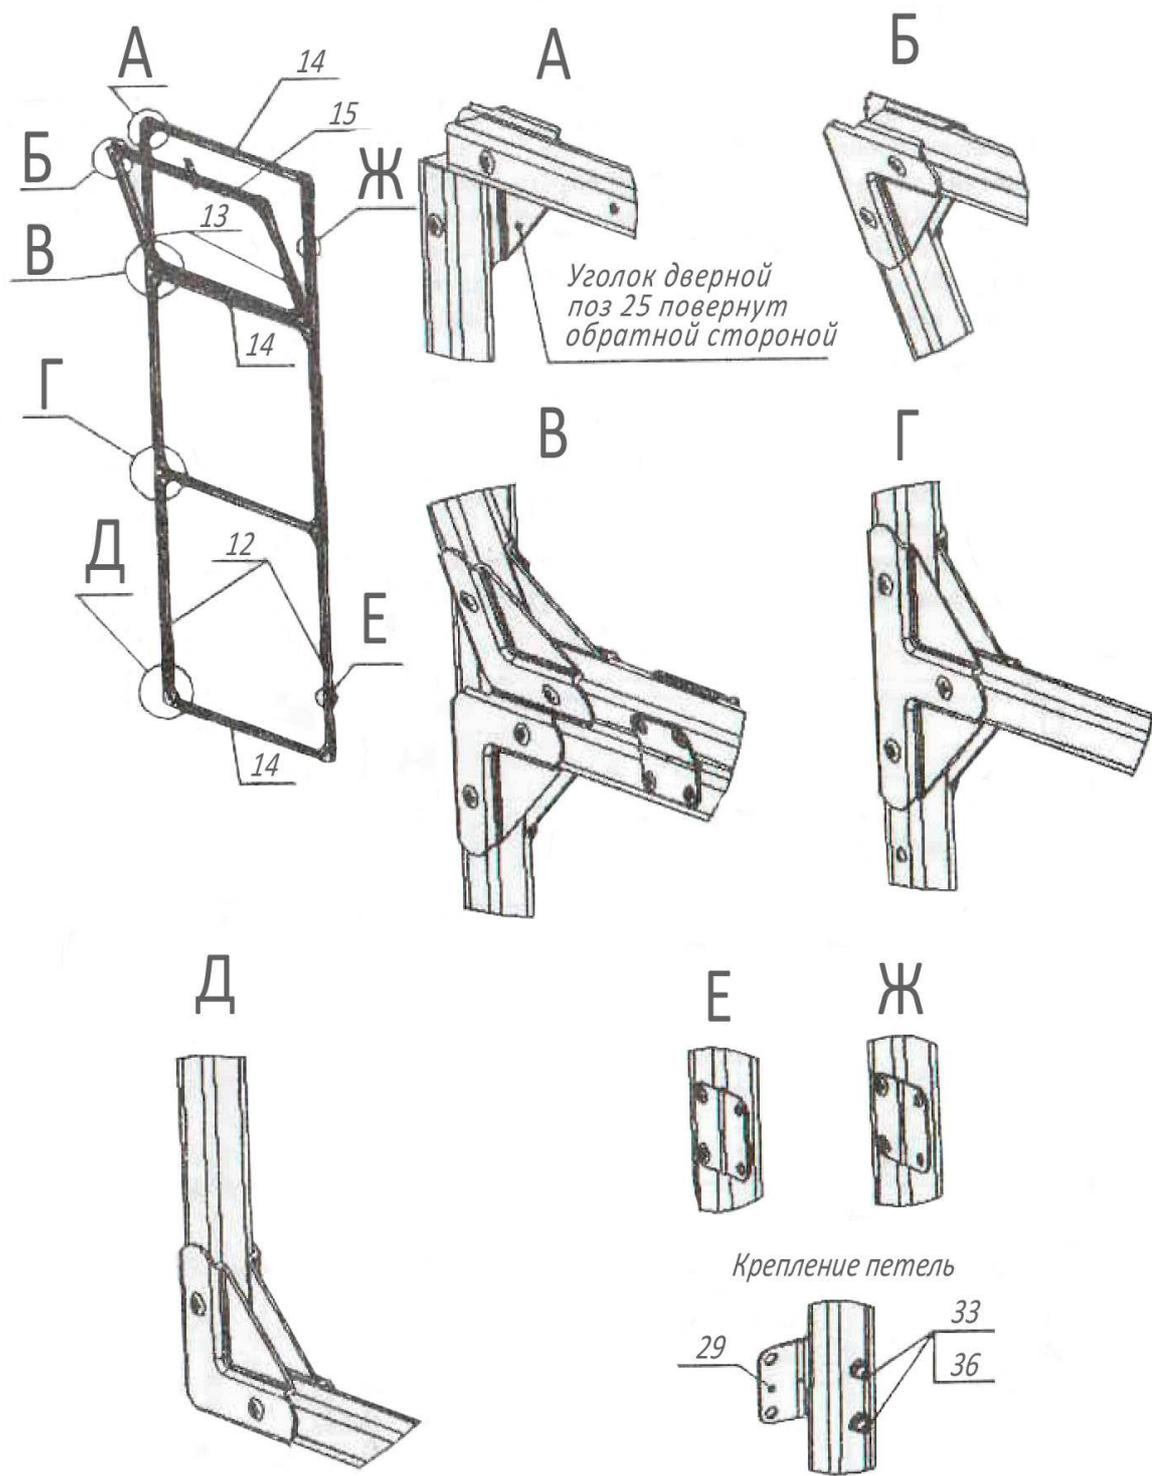

Рис. 7
6.7 Соберите каркасы дверей с форточками (рис.7). ***Не забывайте, что расположение стоек двери, имеющих отверстия под установку петель, должно соответствовать расположению стойки дверного проема, также имеющей отверстия под навеску.***